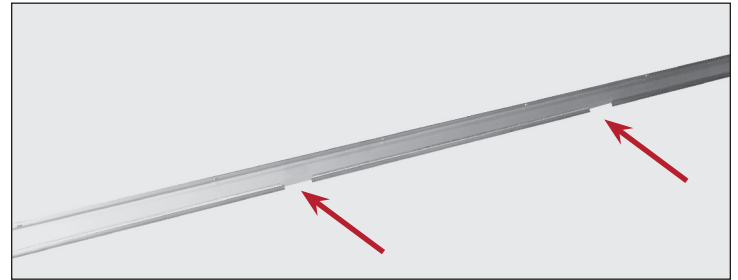

Fig. 1. Aberturas del canal de las puertas (SOLO equipos de dos puertas).
- **Equipos de dos puertas.** Deslice la puerta frontal para que quede centrada en el equipo. Consulte las figs. 1 y 2.